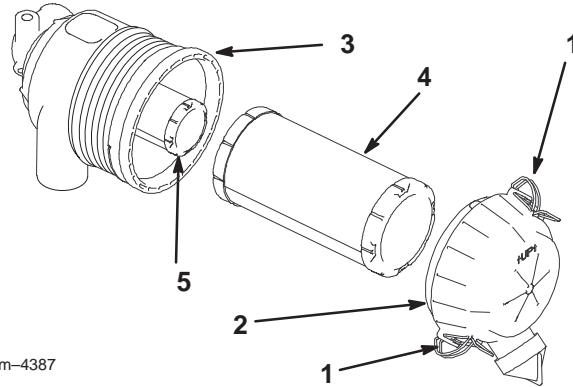

Figure 25
- Ouvrez les dispositifs de verrouillage du filtre et ôtez le couvercle du corps du filtre (Fig. 25).
- Sortez l'élément primaire du corps du filtre avec précaution (Fig. 25). Evitez de cogner l'élément à l'intérieur du corps. N'enlevez pas l'élément de sécurité, sauf si vous voulez le remplacer également.
2. Si vous remplacez l'élément de sécurité, insérez-le avec précaution dans le corps du filtre (Fig. 25).
3. Installez ensuite l'élément primaire sur l'élément de sécurité avec les mêmes précautions (Fig. 25). Assurez-vous qu'il est bien engagé en appuyant sur le rebord extérieur de l'élément que vous installez.
4. Reposez le couvercle, le côté portant l'inscription UP étant tourné vers le haut, et fermez les dispositifs de verrouillage (Fig. 25).